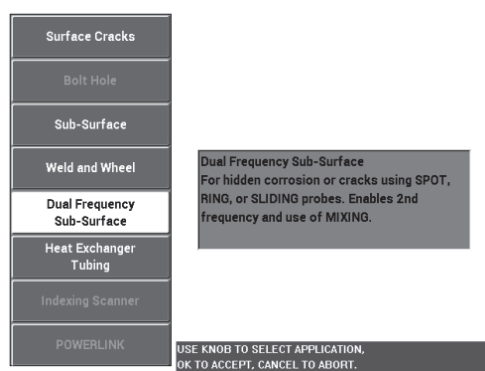

図 5-113 二重周波数 | 近表面用アプリケーション
2. 設定メニューキー () を一度押し、**アプリ選択** (A キー) を選択してアプリケーション選択メニューを開きます。ノブを使って**デュアル周波数 | 近表面**を選択し、 を押してそれを適用します (210 ページの図 5-113 を参照)。